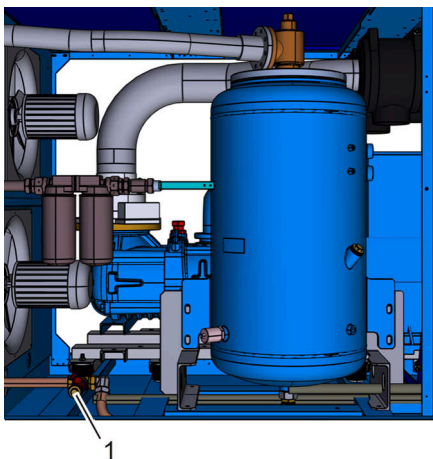

Рис. 41: Отверстие для слива масла
6. Откройте отверстие для слива масла (Рис. 41/1).
7. Закройте отверстие для слива масла (Рис. 41/1).